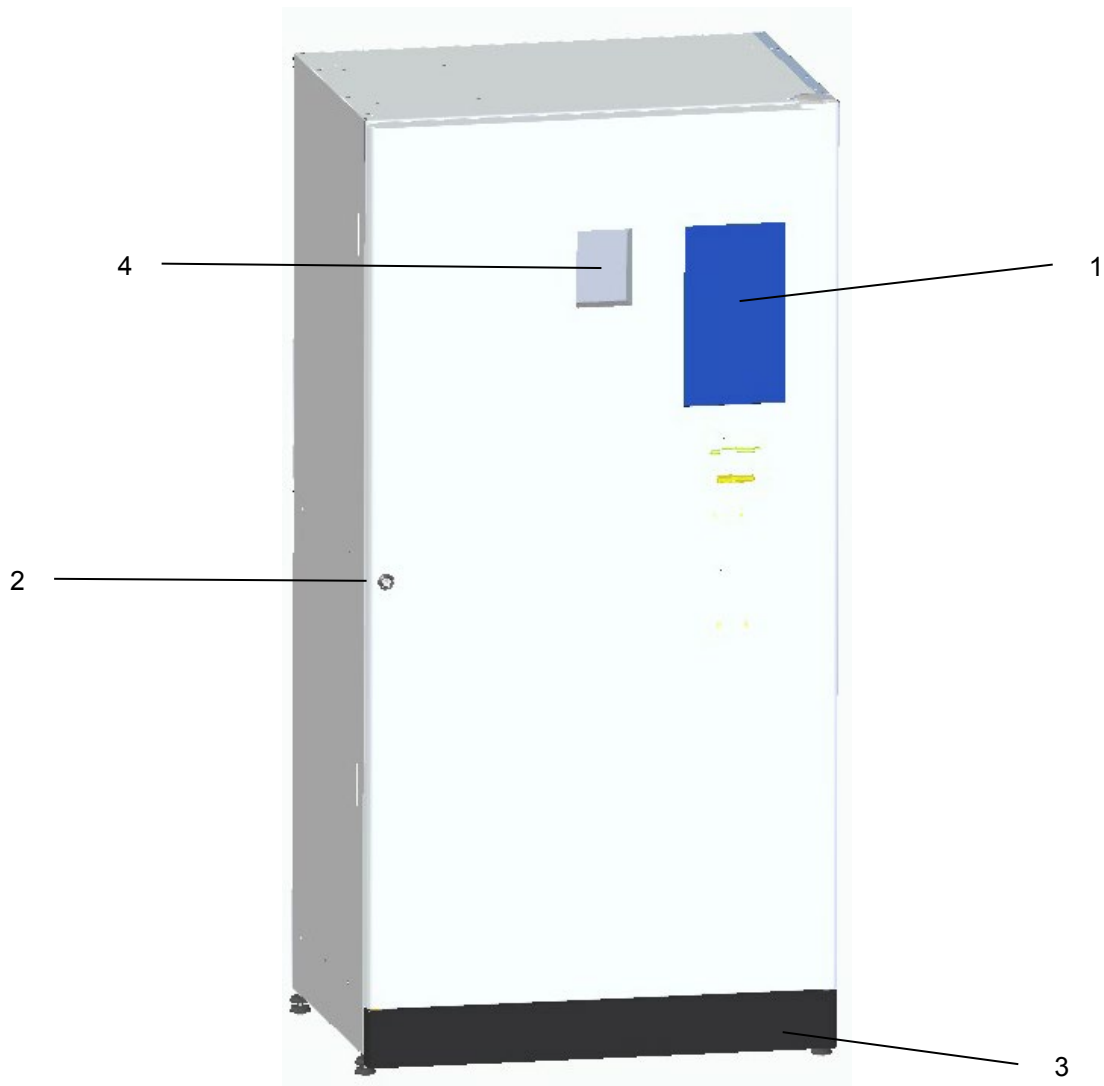

Abb. 3
2. Das Touch-Display (Ref. 1 Abb. 3) leuchtet auf; warten, bis die Meldung erscheint: **“FLASCHE ODER DOSE EINFÜHREN”**.